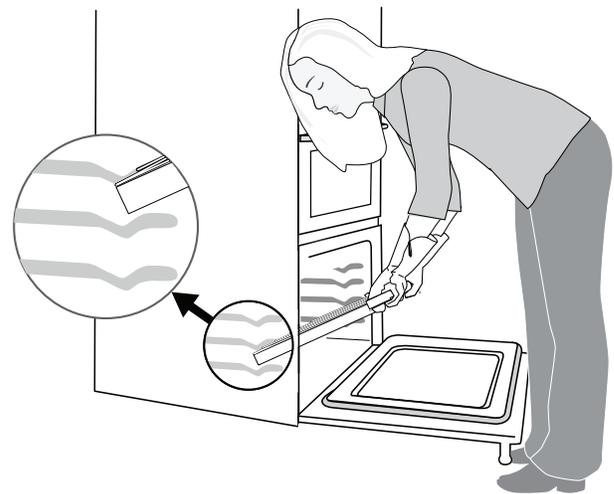

Figura 22: Remoción y colocación de las parrillas deslizantes del horno
3. Con ambas manos, sujete las partes superior e inferior de la parrilla deslizante (Figura 22).
1. Agarre ambas porciones superior e inferior de la parrilla deslizante (Figura 22).